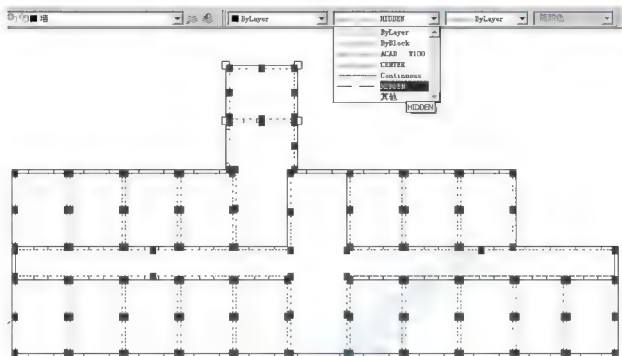

图 5.24 给部分墙换线型
(1) 在命令行无命令的状态下, 选中需要修改线型的墙体, 然后打开【对象特征】工具栏上的【线型】下拉列表, 如图 5.24 所示, 选择“HIDDEN”选项。